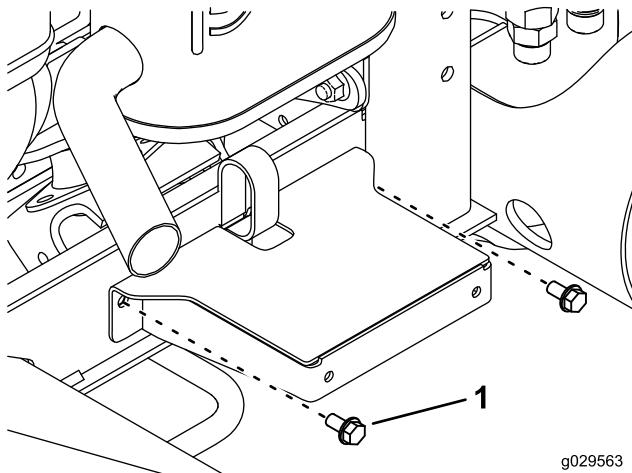

Рисунок 6
- Используя новые просверленные отверстия, присоедините узел крепления крыла к швеллеру рамы с помощью 2 самонарезающих винтов (5/16 x 5/8 дюйма), как показано на Рисунок 6.